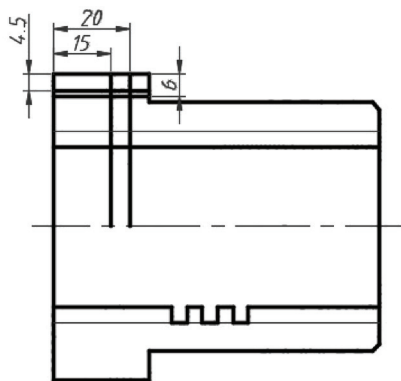

图 8-95 偏移结果
20) 进行偏移操作。单击“偏移”按钮, 进行相关的偏移操作, 如图 8-95 所示。